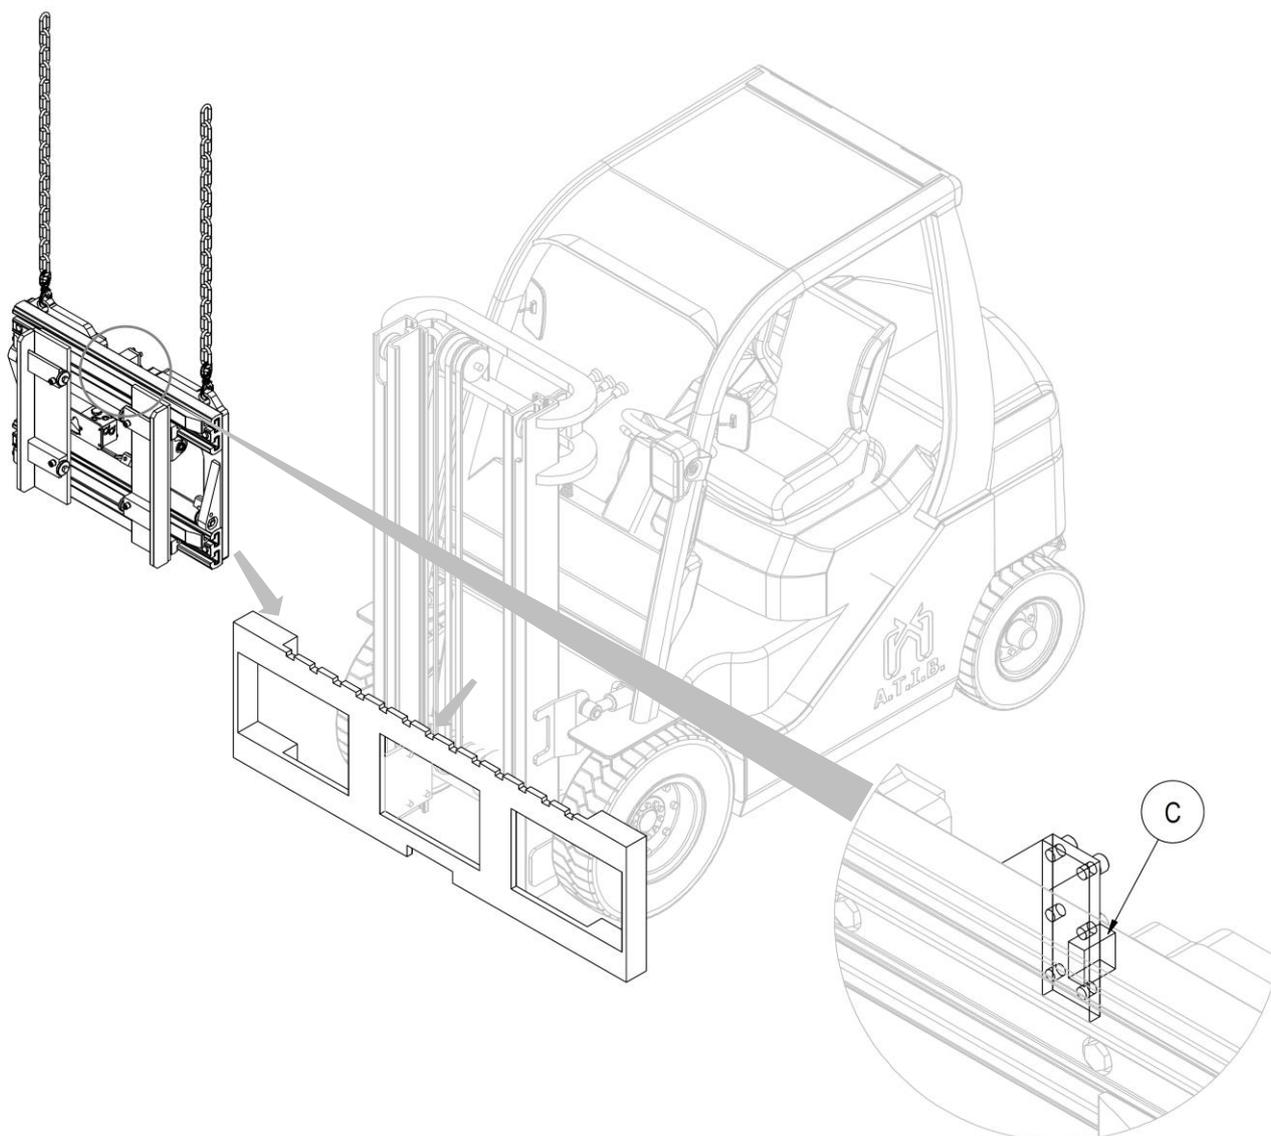

Abbildung 3
6. Dann haken Sie das Anbaugerät von oberen Greifpunkten ein und positionieren Sie es mittels eines Laufkrans oder eines Hebezeugs mit ausreichender Tragkraft auf dem Gabelträger. Bitte darauf achten, dass das Zentrierteil **C** in die mittlere Kerbe des Gabelträgers einpasst (siehe *Abbildung 3*).